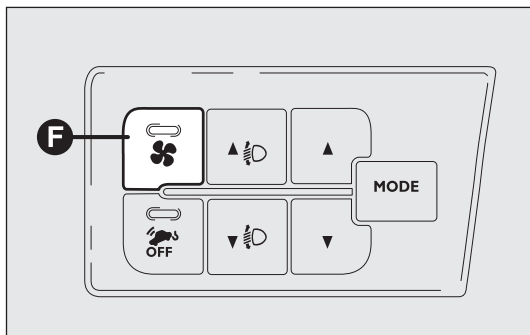

fig. 49
**AVVERTENZA** per garantire un disappannamento / sbrinamento rapido, in caso di presenza di riscaldatore / condizionatore supplementare (sotto il sedile anteriore o posteriore per versioni Panorama e Combinato), se attivato, procedere alla disattivazione tramite pulsante F (led spento) ubicato sulla mostrina comandi fig. 49.